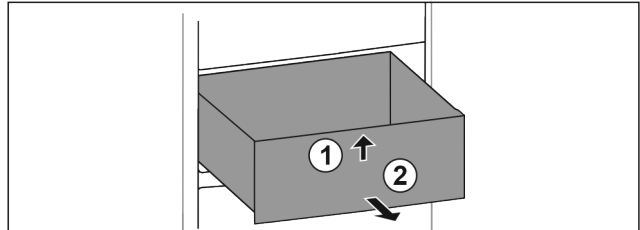

Fig. 34
► Lade aan de voorkant optillen. Fig. 34 (1)
► Lade naar voren toe verwijderen. Fig. 34 (2)